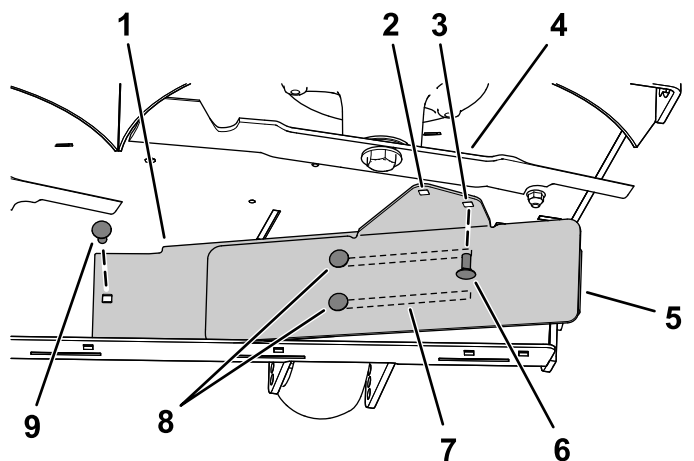

Figura 9
3. Instale o lado esquerdo do abafador utilizando um parafuso de carroçaria (5/16 x $\frac{3}{4}$ pol.) e porca flangeada (5/16 pol.), como se mostra na Figura 9.
4. Utilize os dois parafusos de carroçaria (5/16 x $\frac{3}{4}$ pol.) nas ranhuras do abafador e deslize o abafador até que o furo alinhe com o furo na plataforma do cortador (Figura 9).
5. Instale o abafador como se mostra na Figura 9.
Importante: Certifique-se de que utiliza o furo certo para o abafador; consulte Figura 9.
6. Aperte os dois parafusos de carroçaria (5/16 x $\frac{3}{4}$ pol.) nas ranhuras do abafador (Figura 9).